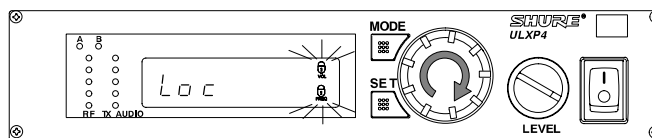

FIGURE 44
2. Tourner le bouton de commande jusqu'à ce qu'une ou les deux icônes de verrouillage clignotent sur l'affichage, comme illustré à la figure 44.